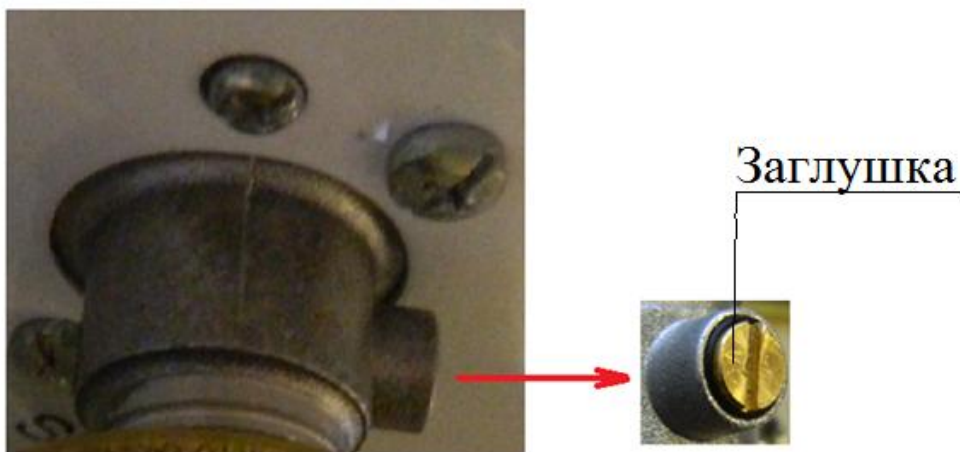

Рис. 10. Штуцер замера входного давления газа.
- ✓ присоединить манометр для замера давления к штуцеру клапана газового, предварительно выкрутив заглушку (см. Рис. 10);